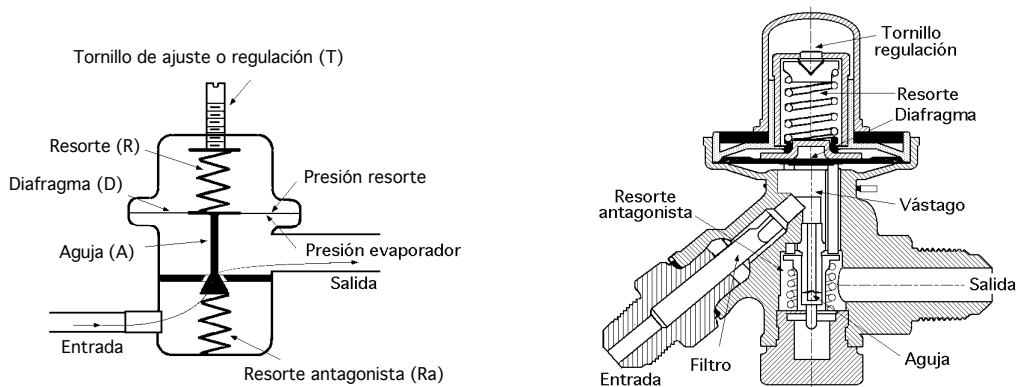

Fig III.1.- Válvula de expansión automática
a.2) Válvula de expansión automática o presostato.- Este tipo de válvula reacciona a las variaciones de presión en el evaporador, asegurando una presión constante en el mismo, Fig III.1. El funcionamiento de esta válvula, está basado en el mantenimiento de la presión de evaporación en un
valor constante, regulando el flujo de fluido frigorígeno para conseguir dicha constancia. La presión de evaporación se puede variar, Fig III.1, mediante la modificación de la tensión del resorte R por medio de un tornillo T de regulación; dicha tensión se transmite a un diafragma D, a través de un sistema mecánico en contacto con él M, que transmite el movimiento a una aguja A, que obtura más o menos el paso de líquido procedente del condensador, produciéndose la laminación al pasar dicho líquido, a través del espacio libre dejado por la aguja, al cuerpo de la válvula.